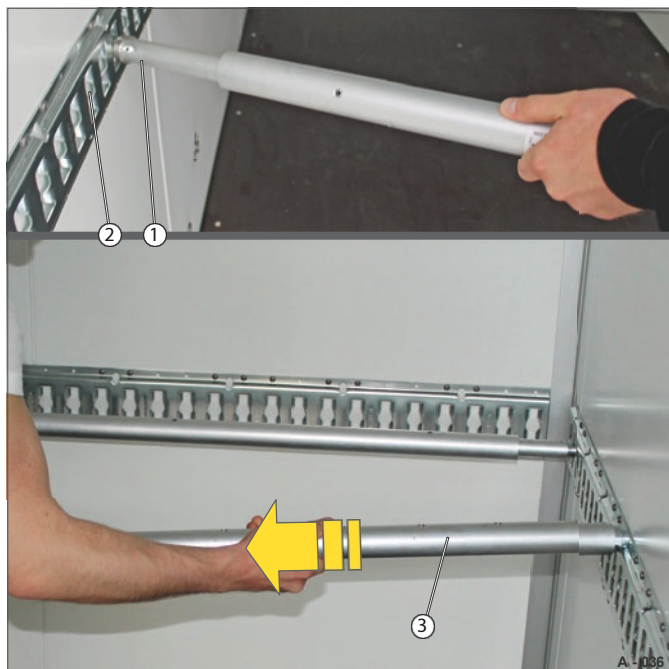

Fig. 36 Plassering av låsestangen
- Sett teleskopendestykkets (fig. 36/1) endestift inn i surringsskinnen (fig. 36/2).
- Trykk låsestangen (fig. 36/3) sammen.